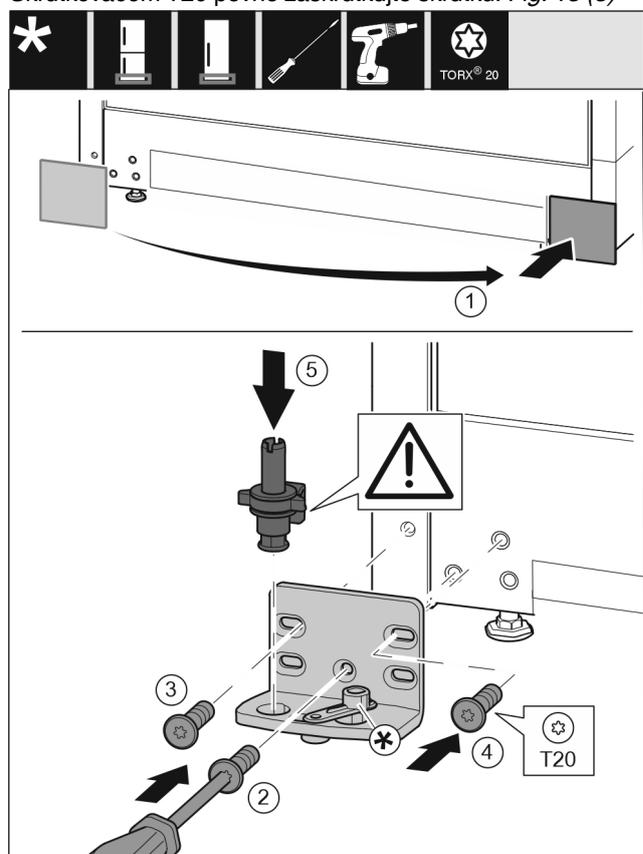

Fig. 14
- ▶ Odoberte kryt a pripevnite ho na druhú stranu. Fig. 14 (1)
- ▶ Ložiskovú konzolu nasuňte na druhú stranu a priskrutkujte ju pomocou skrutkovača T20. Začnite skrutkou 2 dole v strede. Fig. 14 (2)
- ▶ Pevne zaskrutkujte skrutku 3 a 4. Fig. 14 (3,4)
- ▶ Ložiskový čap úplne nasuňte. Dbajte pritom na to, aby zaisťovací doraz ukazoval smerom dozadu. Fig. 14 (5)